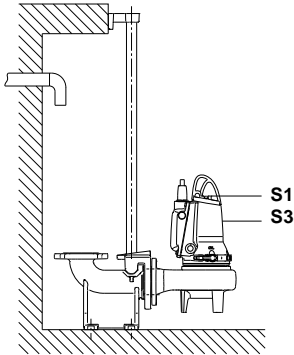
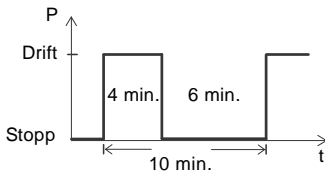
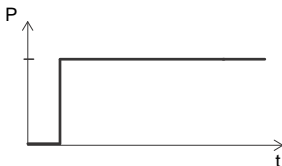

Fig. 10 Driftsnivåer
Fig. 11 S3-drift
Fig. 12 S1-drift
- **S3, intermittert drift:** Pumpelektroniken stoppar pumpen automatiskt när stoppvillkoren uppfylls. Driftsform S3 innebär att pumpen under 10 minuter kan arbeta 4 minuter och måste vara stoppad 6 minuter. Se fig. 11. I den här driftsformen är pumpen delvis nedsänkt i den pumpade vätskan (minst upp till mitten av motorn). Se fig. 10.
- **S1, kontinuerlig drift:** I den här driftsformen kan pumpen arbeta kontinuerligt utan att stoppas för att svalna. Se fig. 12. När pumpen är helt nedsänkt i vätska kyls den tillräckligt av vätskan. Se fig. 10.